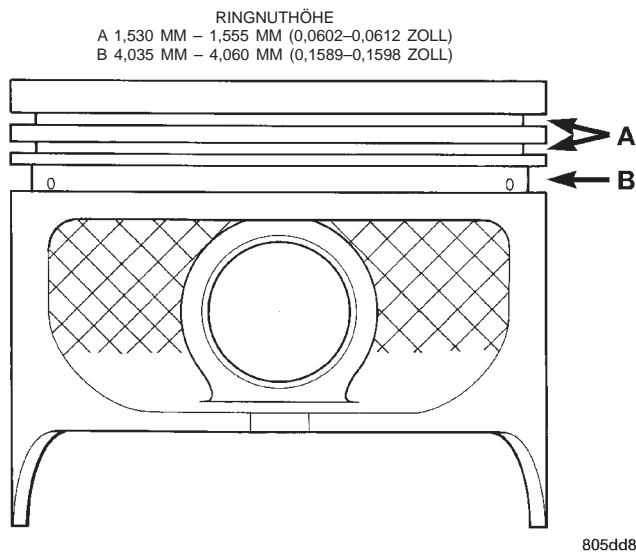
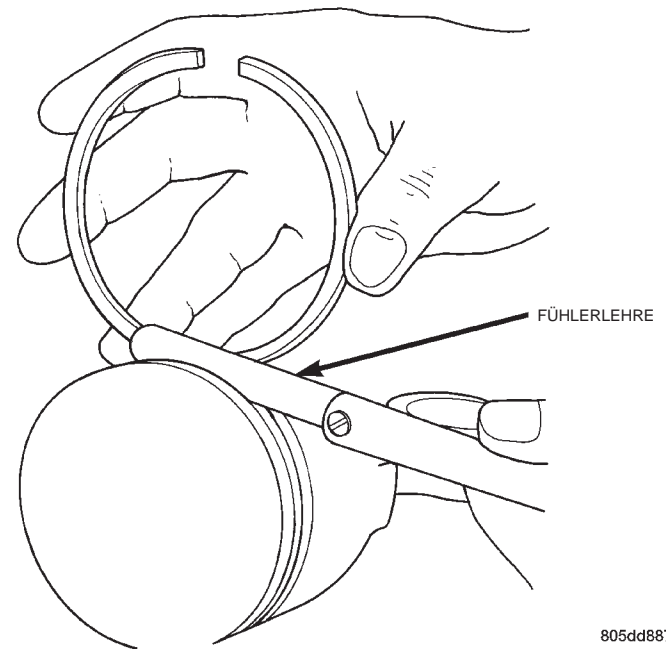

Abb. 5 Messen des Kolbenring-Nutspiels
Abb. 6 Messen des Kolbenring-Höhenspiels
(2) Die Kolbenringnuten müssen kerben- und gratfrei sein.
(3) Nutspiel der Kolbenringe messen. Hierzu ein passendes Fühlerlehrenblatt zwischen Steg und Kolbenring schieben (Abb. 5), (Abb. 6). Kolbenring in der Nut drehen. Er muß sich leicht über den gesamten Nutumfang drehen lassen.